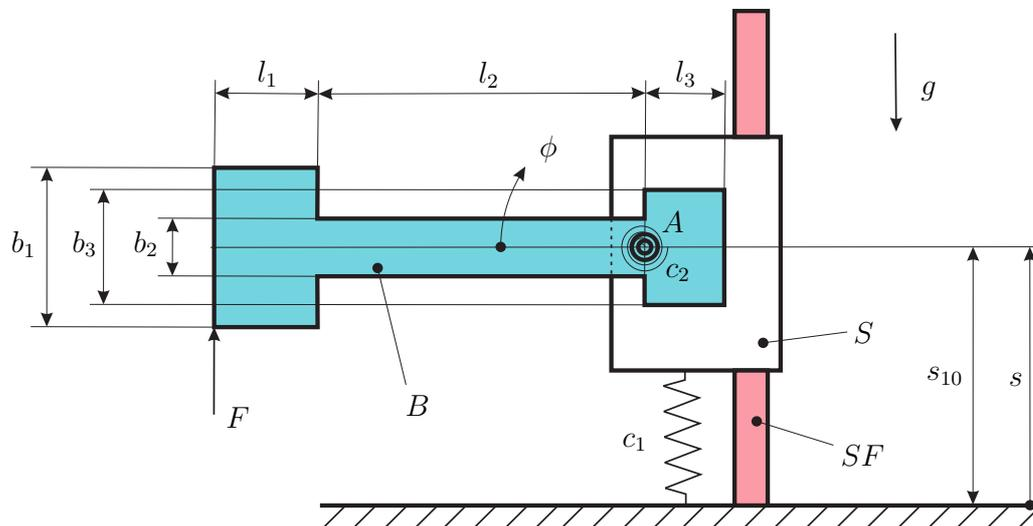

Abbildung 2: Starrkörpersystem.
2. Ein Balken B (stückweise quaderförmig, konstante Dicke d und homogene Dichte ρ , Trägheitsmoment J_B) ist, wie in Abbildung 2 dargestellt, im Gelenk A auf einem Schlitten S (Masse m_s) drehbar gelagert. Im Lager A tritt viskose Reibung (geschwindigkeitsproportional) mit dem konstanten Reibungsparameter $d_2 > 0$ auf. Zwischen Balken B und Schlitten S wirkt eine Drehfeder deren Moment linear mit der Auslenkung ϕ des Balkens ansteigt (Federkonstante $c_2 > 0$). Der Schlitten S ist auf der Schlittenführung SF gelagert, welche nur einen translatorischen Freiheitsgrad in Richtung s zulässt. In der Schlittenlagerung tritt eine geschwindigkeitsproportionale Reibung mit dem konstanten Reibungsparameter $d_1 > 0$ auf. Zwischen Schlitten S und dem Boden befindet sich eine lineare Feder mit der konstanten Federsteifigkeit $c_1 > 0$. Auf dem Balken greift eine externe Kraft F an, welche stets orthogonal auf den Balken steht. In Abbildung 2 ist das System mit entspannten Federn dargestellt ($s = s_{10}, \phi = 0$).